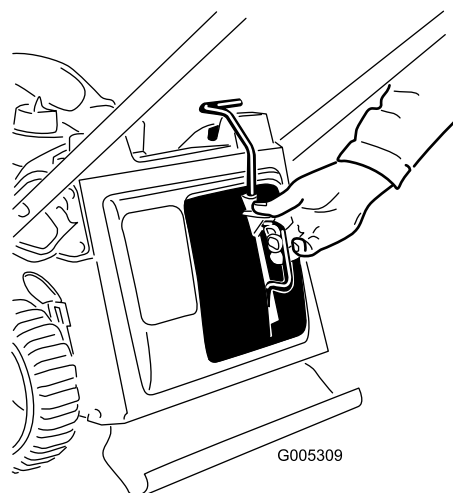

Figure 34
3. Insérez l'obturateur de mulching (Figure 34).